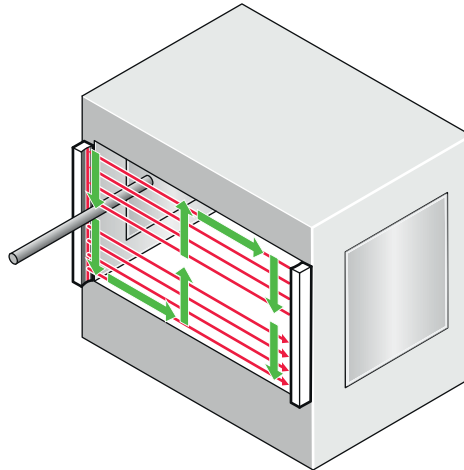

Рисунок 31: Контроль с помощью пробника: 1-й шаг
1. Медленно ввести пробник в контролируемую зону (например, проем в машине, как показано стрелками, см. рисунок 31).